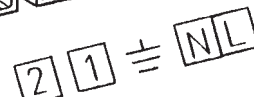

рисунок 7
- В клеммной колодке имеется также плавкий предохранитель быстрого срабатывания на 2А (рис. 7).